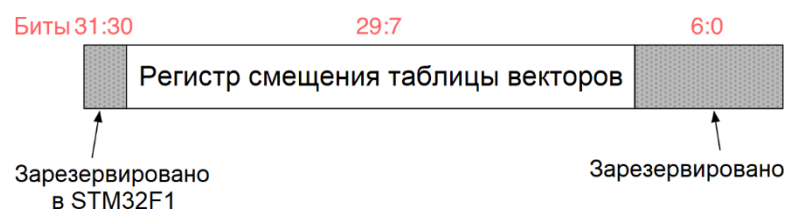

Рисунок 2: Структура регистра VTOR
- В микроконтроллерах STM32F1, основанных на ревизии r1p0 ядра Cortex-M3, биты [31:30] регистра VTOR зарезервированы (см. **рисунок 2**), и, следовательно, можно переместить *таблицу векторов* только в область кода (0x0000 0000) и в SRAM (0x2000 0000).